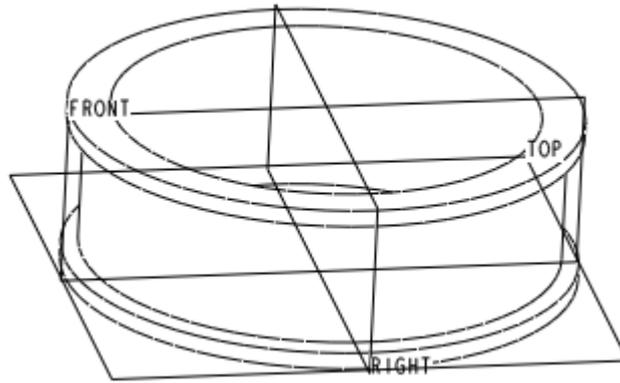

图 53-3
- (5) 单击 ，完成草图绘制返回特征操控板，单击 ，完成特征建立，如图 53-3 所示。